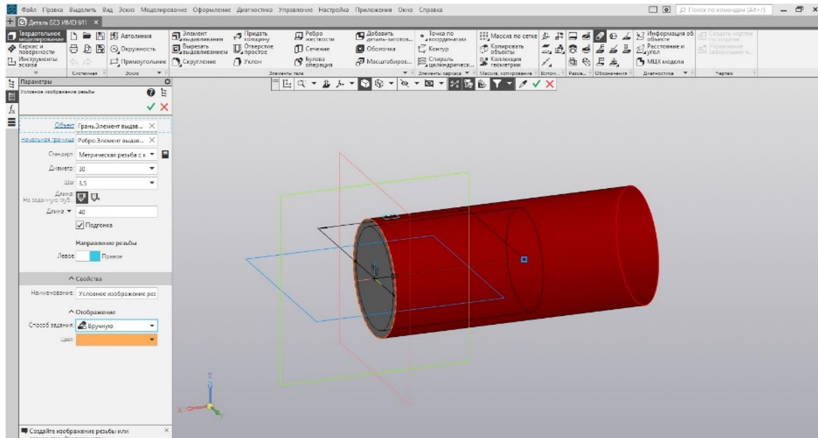

Рисунок 1. Схематическое изображение резьбы
3. После завершения команды на модели образуется поверхность со схематическим изображением резьбы (рисунок 1).